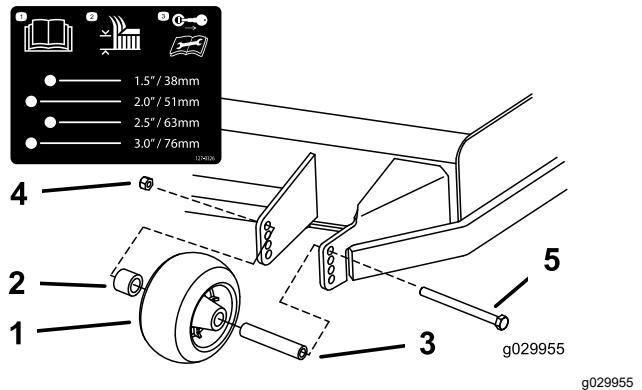
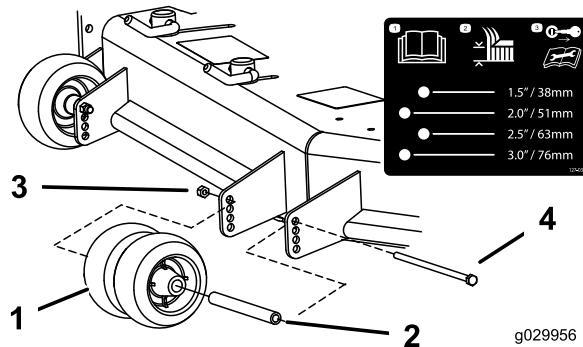
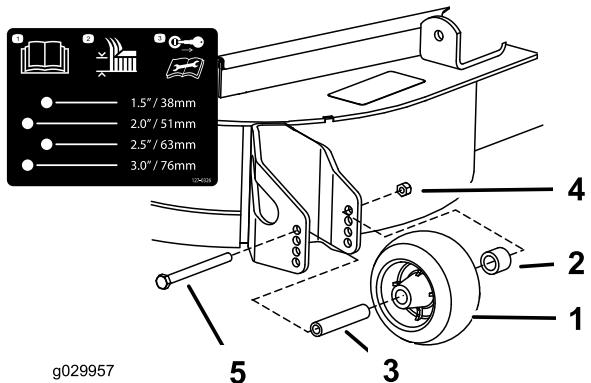

Figura 29
Figura 30
Figura 31
- Remova os rolos antidanos como se mostra na Figura 29, Figura 30 e na Figura 31.